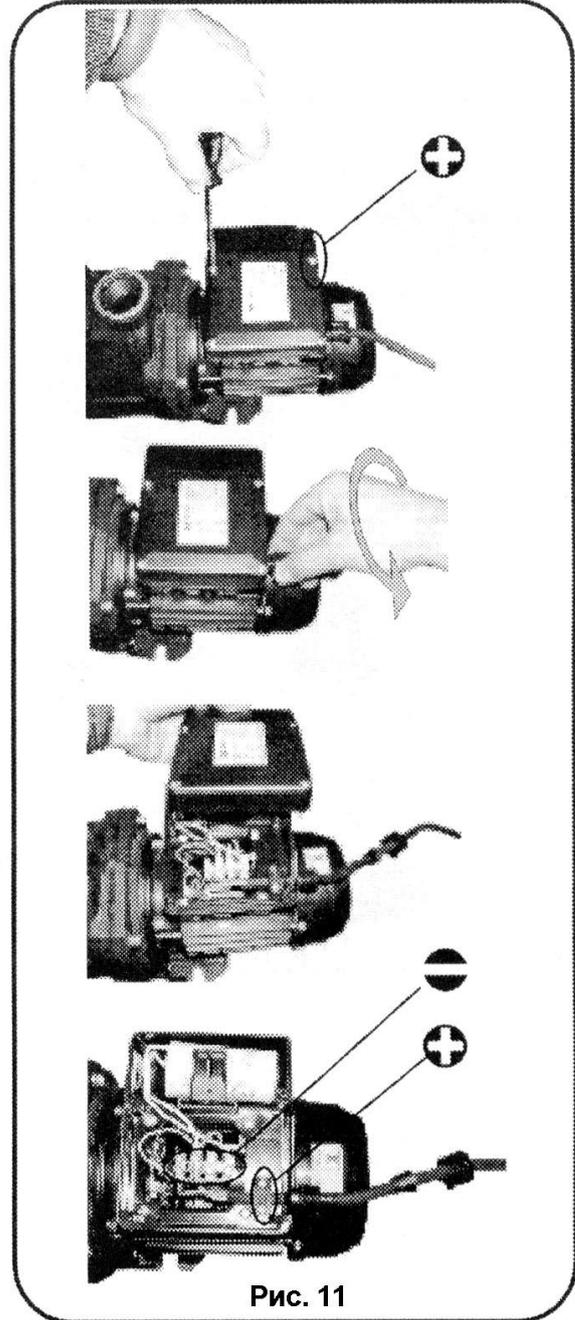

Рис. 11
- Отверните винты, которыми крепится крышка соединительной коробки и снимите крышку соединительной коробки (рис. 11/17).